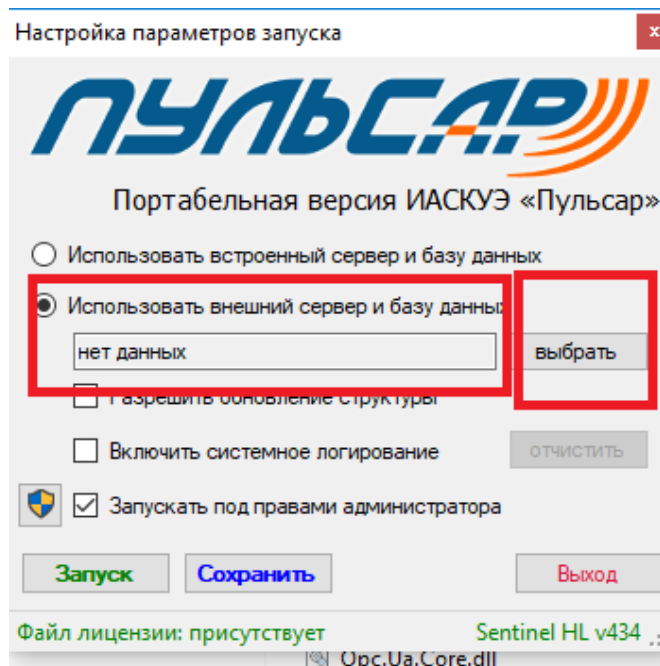

Рисунок 168. Шаг 1. Выбор БД
2. В открывшемся окне установить переключатель на «Использовать внешний сервер и базу данных», после чего необходимо нажать кнопку «Выбрать» (рисунок 168).